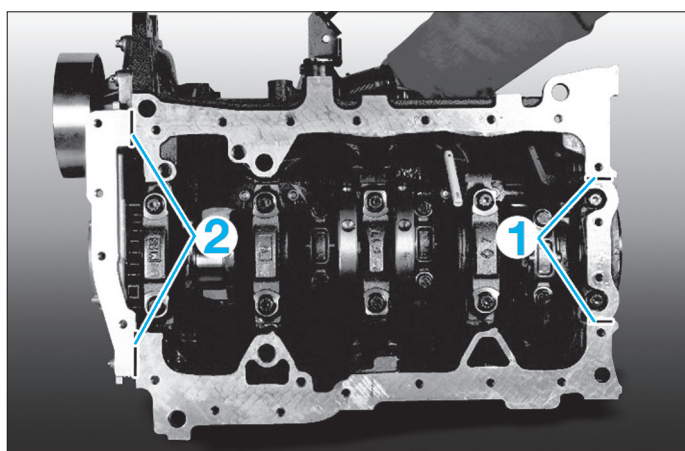

FIG. 25
- mettre un cordon de pâte d'étanchéité (par exemple Rhodorseal 5661) de chaque côté du palier n° 1 (1) et à l'intersection de la plaque de fermeture du vilebrequin et du carter cylindre (2) (fig. 25).